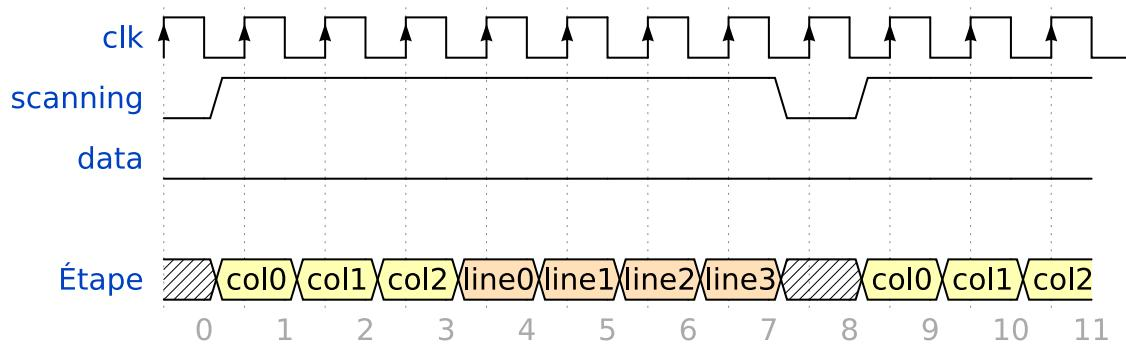

Figure 4 – Aucune touche
- Si on n'appuie sur aucune touche, on obtiendra le chronogramme de la figure 4.